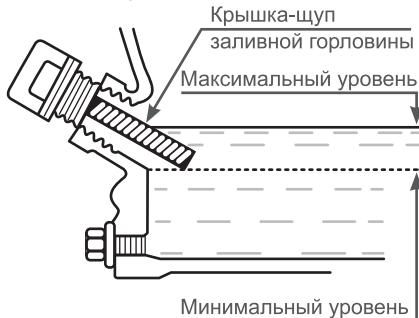

Рис.4 Уровень масла в картере
- Аккуратно вытащите щуп и осмотрите его. Уровень масла должен соответствовать верхней отметке на щупе. При недостаточном уровне масла в картере (Рис. 4) необходимо долить чистое масло до верхней отметки на щупе (что соответствует нижней кромке заливного отверстия).
Максимальный уровень масла в картере соответствует нижней кромке маслозаливной горловины (Рис. 4).